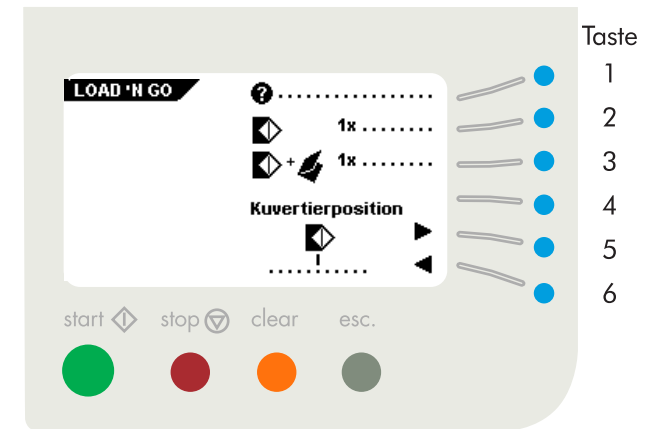

Abb. 25
Ist die Maschine mit einer Load 'N Go™-Funktion ausgestattet, erscheint diese im „Hauptmenü (1)“. Bei Betätigung der Taste 5 im „Hauptmenü (1)“ wird das "Menü 'Load 'N Go™" aufgerufen (Abb. 25).
Bei Betätigung der Taste 3 wird ein Testdurchlauf gestartet (Abb. 25). Die Maschine bereitet einen Job „0“ vor, der mit „Load 'N Go™“ bezeichnet wird.